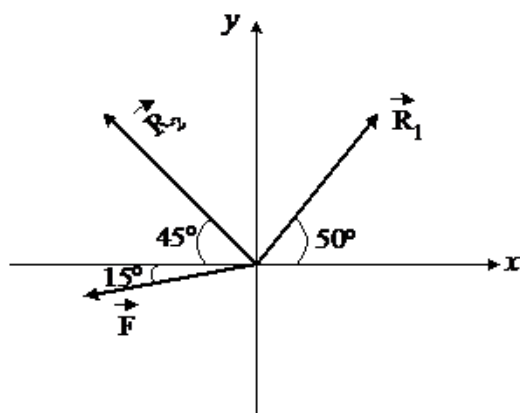

Рис. 1, а
1. Составим расчетную схему (рис. 1)